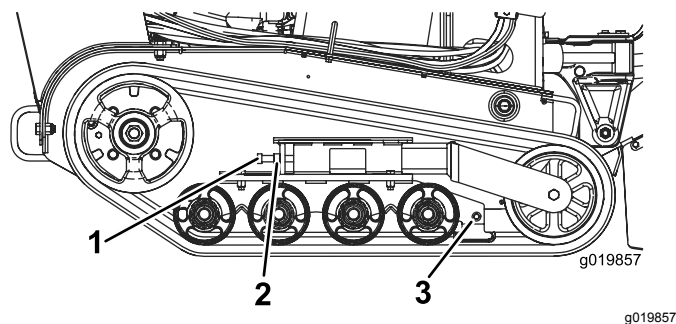

Figura 48
3. Allentate il controdado sul bullone di tensionamento dei cingoli e i bulloni del serrafilo sul braccio di tensione (Figura 48).
4. Serrate il bullone di tensionamento a un valore compreso tra 32,5 e 40 N·m per stringere il cingolo (Figura 48).
4. Allentate il bullone di tensione e il controdado (Figura 48).